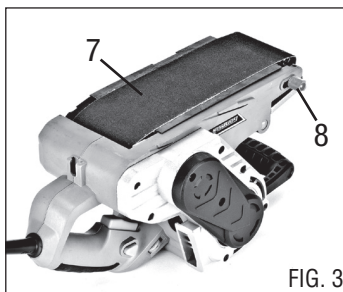

FIG. 3
CENTRAGE DE LA BANDE ABRASIVE (FIG 3)
2. Placer le sableuse à bande avec la bande abrasive haut comme indiqué sur la figure 3.
3. Maintenir fermement l'outil de la main gauche, appuyer sur la détente et observer le centrage de la bande (7).
4. Si la bande abrasive tourne vers l'extérieur, faire lentement tourner la bouton de centrage (8) vers l'avant (dans le sens horaire) jusqu'à ce que le bord extérieur de la courroie soit aligné avec le bord extérieur de la platine. Si la bande abrasive tourne vers l'intérieur, faire lentement tourner la bouton de centrage vers l'arrière (dans le sens anti-horaire) jusqu'à ce que le bord extérieur de la bande soit aligné avec le bord extérieur de la platine.